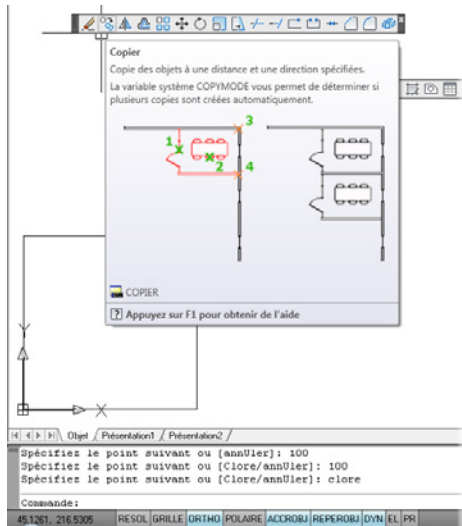

Figure 2.67
6. Activez l'outil Copier (voir Figure 2.67).